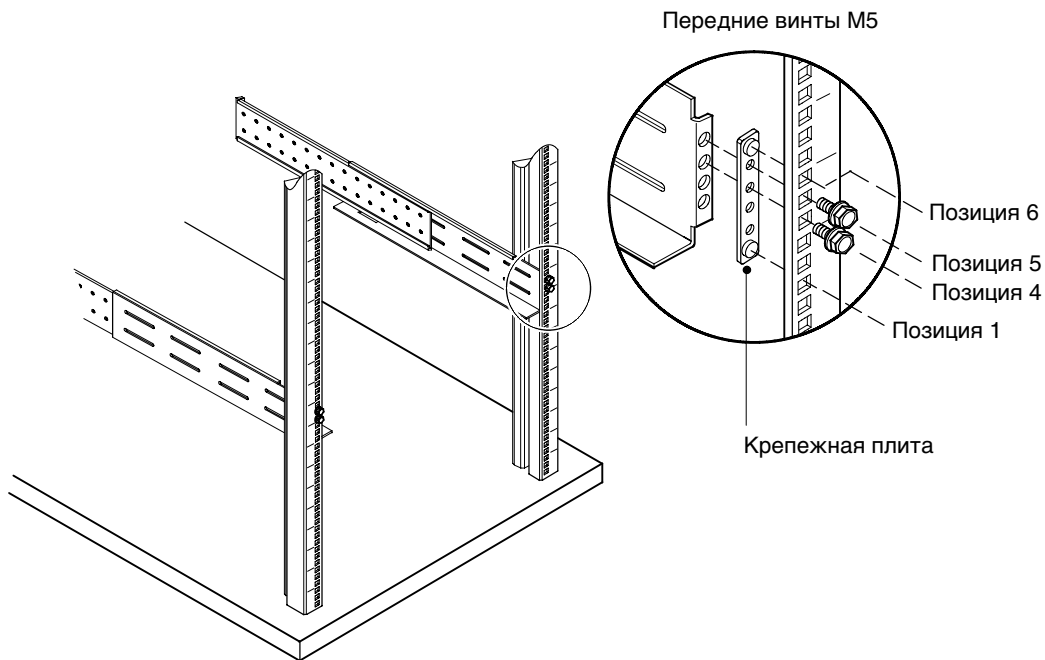

Рисунок 3. Закрепление передней направляющей
3. При помощи двух крепежных винтов M5 и крепежной пластины прикрепите направляющую к передней части стойки (см. рис. 2 и рис. 3).